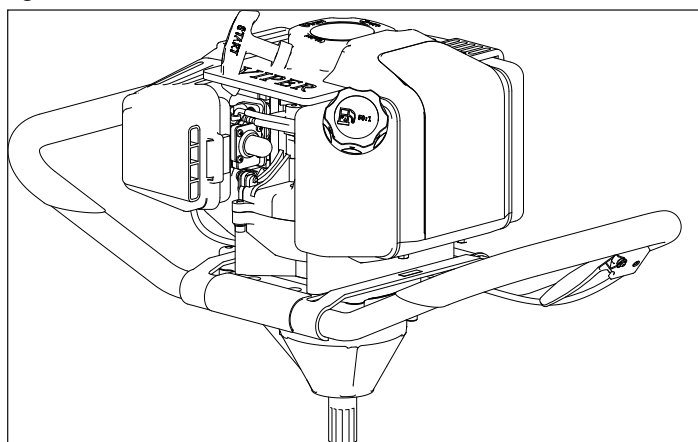

Figure 7
5. Remettre l'élément filtrant en place en appuyant dessus pour l'engager à fond de façon étanche. **VOIR FIGURE 7.**